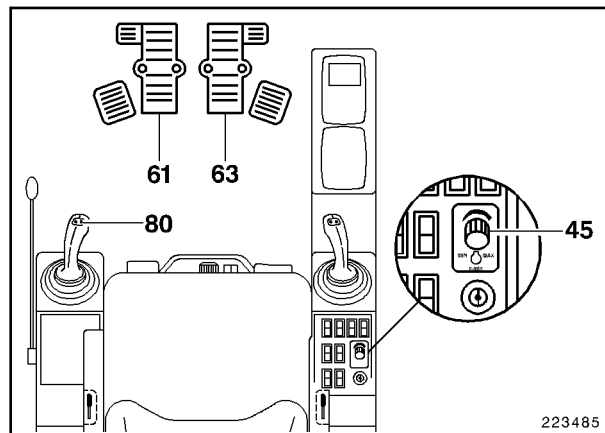

Fig. 4
Pisar los pedales de desplazamiento (61, 63, Fig. 4) o modificar el número de revoluciones del motor por el potenciómetro (45). Regulando a un alto número de revoluciones o pisando fuertemente los pedales de desplazamiento se obtiene una alta velocidad de desplazamiento.
Apretar hacia la izquierda el conmutador basculante (80, Fig. 4). Cuando se suelta el conmutador basculante (80), la marcha rápida de nuevo está activada.